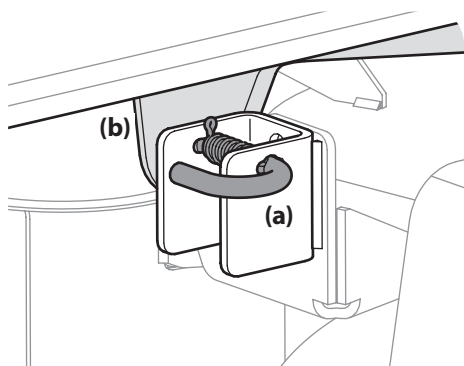

Figure 4-18
- Repérez la goupille de déverrouillage (a) placée sur chaque côté du plateau de coupe. Retirez les goupilles de déverrouillage (a) pour dégager les deux bras de relevage (b) du plateau de coupe. Voir Figure 4-18.
- Retirez les goupilles de déverrouillage et placez le plateau de coupe de façon à aligner les trous sur les bras de relevage avec les goupilles. Voir Figure 4-18.